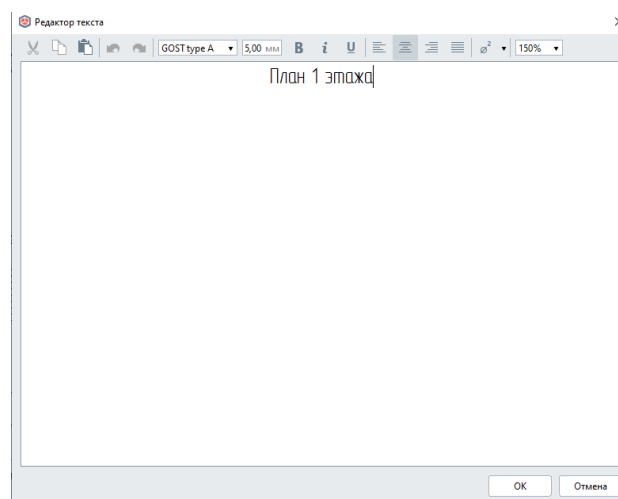

Рис. 7 Окно Редактор текста
- Введем текст **План 1** этажа и нажмем **OK** (рис. 7).